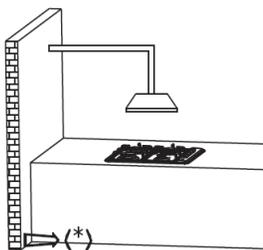
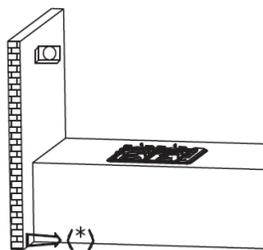

Abb.2
Abb.3
**HINWEIS:** Die Verwendung eines Gasherdes führt zur Bildung von Wärme und Feuchtigkeit in dem Raum, in dem es installiert ist. Achten Sie immer darauf, dass die Küche gut belüftet ist; öffnen Sie natürliche Belüftungsöffnungen oder installieren Sie ein mechanisches Lüftungsgerät (Abb. 2). Insbesondere bei der Verwendung mehrerer Kochflächen sollte ein Fenster geöffnet oder ein Lüftungsgerät eingeschaltet werden (Abb. 3).